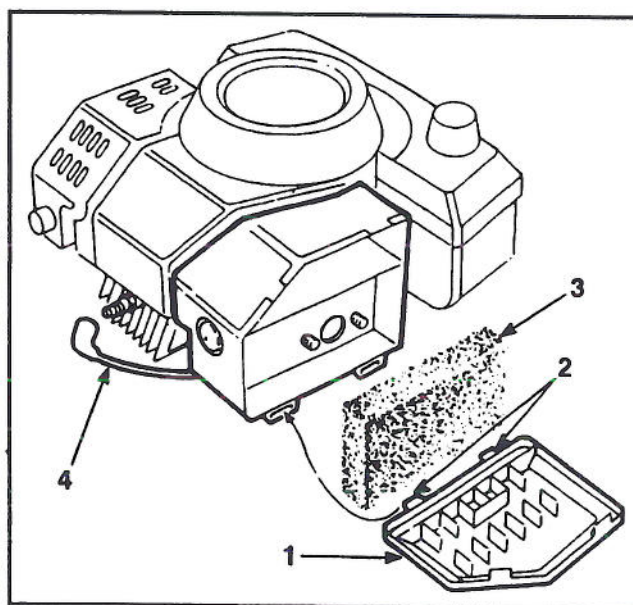

Figure 13
1. Arrêter le moteur et débrancher le fil de bougie (fig. 13).
2. Soulever les languettes du couvercle du filtre à air et faites pivoter de couvercle (fig. 13) et le nettoyer soigneusement.
3. Si l'élément en mousse est encrassé, le retirer du boîtier de filtre à air (fig. 13) et le nettoyer soigneusement.
1. Arrêter le moteur et le laisser refroidir. Débrancher le fil de bougie (fig. 13).